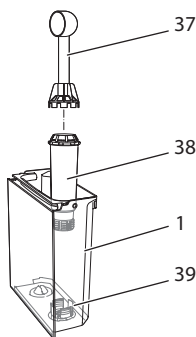

Рис. 18: Завинчивание/отвинчивание фильтра для воды
- Снимите фильтр для воды (см. Рис. 18).